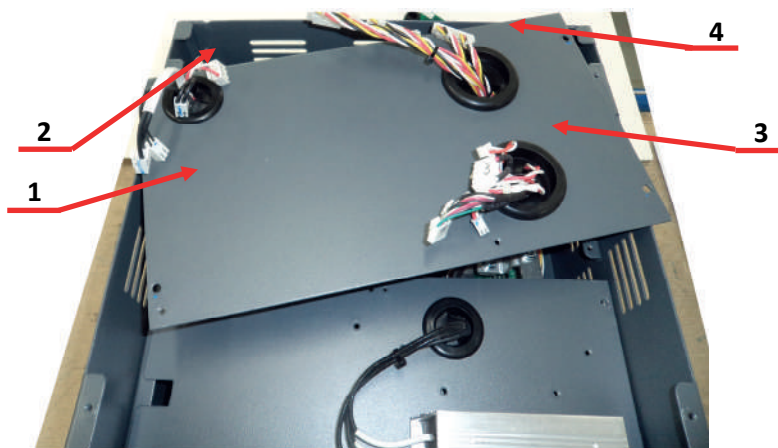

Рис.6.9
- 6.5.3. Извлечь из корпуса ПЧ **монтажную панель 2** поз.1, предварительно освободив отверстия проходных втулок поз.2, поз.3 и поз.4 от кабелей (рис.6.9.). Для этого приподнять панель, аккуратно перетащить кабели через проходные втулки на обратную сторону монтажной панели. Полностью освобождённую монтажную панель положить в тару 3.1.16.